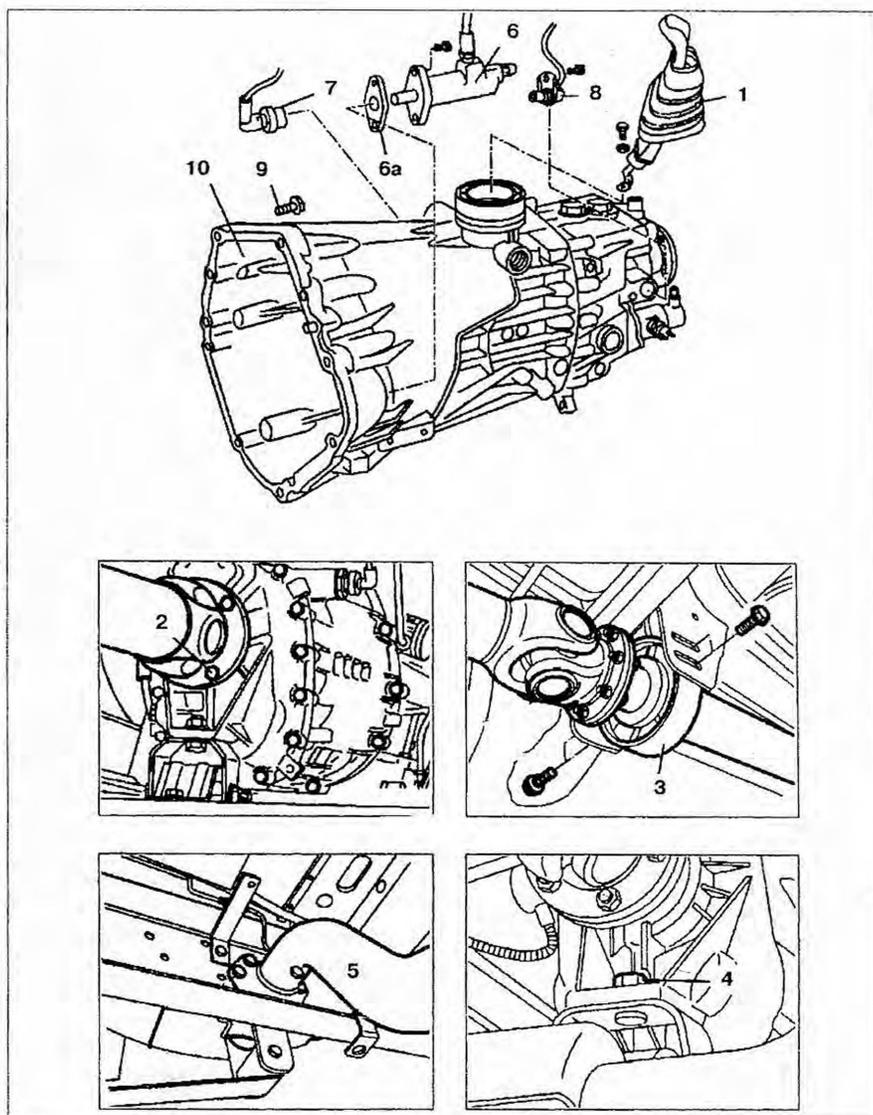

Рис. 4.4. Снятие и установка МКПП:
2. Снимите рычаг переключения передач **1** (рис. 4.4).